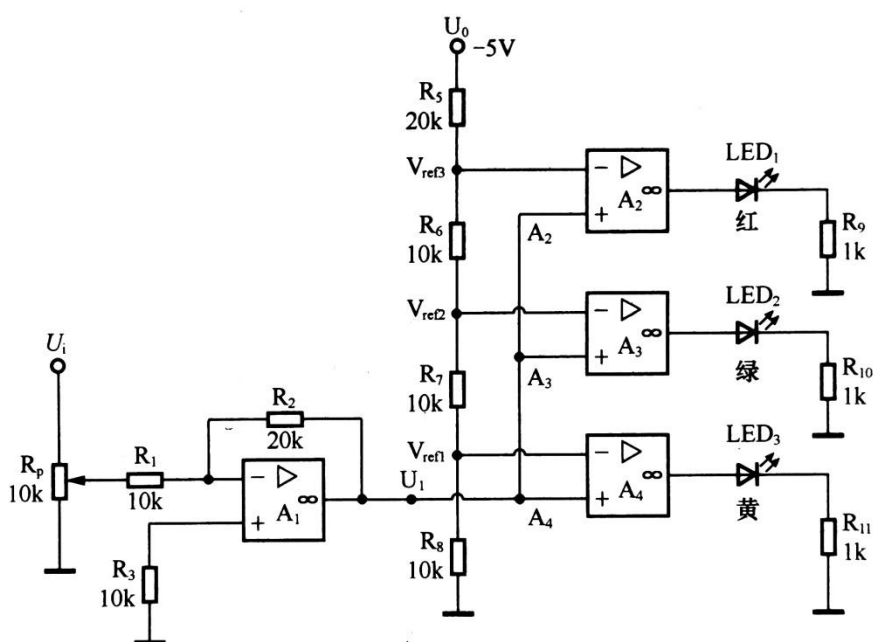

图 6.24 电压幅度判别电路
如图 6.24 所示,运算放大器 A_2, A_3, A_4 作为电压比较器,它们的反相输入端加基准电压为 $V_{ref1}, V_{ref2}, V_{ref3}$ 可以通过 R_5, R_6, R_7, R_8 分压得到。改变 R_5, R_6, R_7, R_8 的阻值,就可以改变基准电压 $V_{ref1}, V_{ref2}, V_{ref3}$ 的值。输入直流信号 U_i 经 A_1 反相比例器放大后,同时加在 A_2, A_3, A_4 的同相端, A_2, A_3, A_4 分别将 U_1 与 $V_{ref1}, V_{ref2}, V_{ref3}$ 进行比较,当 $U_1 < V_{ref1} < V_{ref2} < V_{ref3}$ 时, A_2, A_3, A_4 的输出都为低电平,指示灯都不亮;当 $V_{ref1} < U_1 < V_{ref2} < V_{ref3}$ 时, A_4 输出为高电平, A_2, A_3 的输出都为低电平,黄指示灯亮;当 $V_{ref1} < V_{ref2} < U_1 < V_{ref3}$, A_3, A_4 的输出都为高电平, A_2 的输出都为低电平,黄、绿指示灯亮;当 $V_{ref1} < V_{ref2} < V_{ref3} < U_1$ 时, A_2, A_3, A_4 的输出都为高电平,黄、绿、红指示灯都亮。所以,通过指示灯的亮火,可以判断出输入信号的幅值大小。